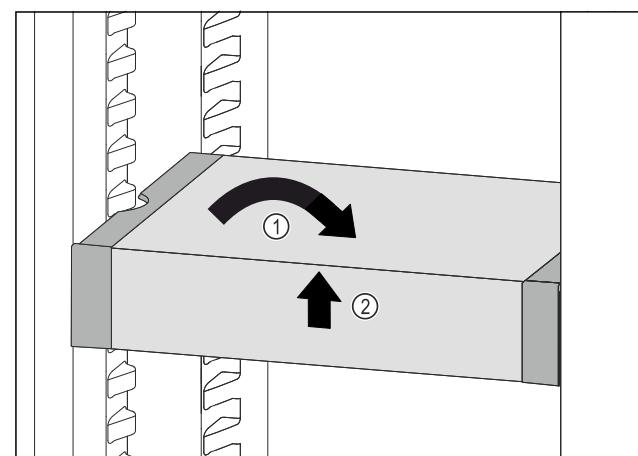

Fig. 77
- Установите VarioSafe прямо. Fig. 77 (1)
- Приподнимите VarioSafe спереди. Fig. 77 (2)